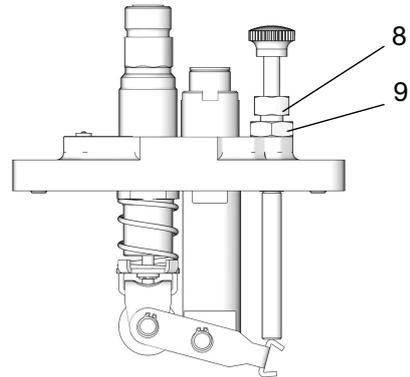

图 9
泵容积由外部调节螺丝 (8) 控制（图 9）。转动调节螺丝会改变柱塞行程的长度，从而改变泵的排料量。
1. 松开调节螺丝锁紧螺母 (9)（图 9）。
2. 转动调节螺丝 (8)（图 9）：
3. 仅适用于吸料和重力供料型号：在润滑器运行的情况下，计算一分钟内从滴管 (4) 落入窥孔 (2) 的液滴数。
5. 将泵调节到正确规格后，拧紧调节螺丝锁紧螺母 (9) (图 9)。
窥孔中观察到的液滴量等于泵排出的油量。可以使用调节螺丝 (8) (图 9) 调节泵容积，以改变柱塞行程。(参见“调节泵”。)